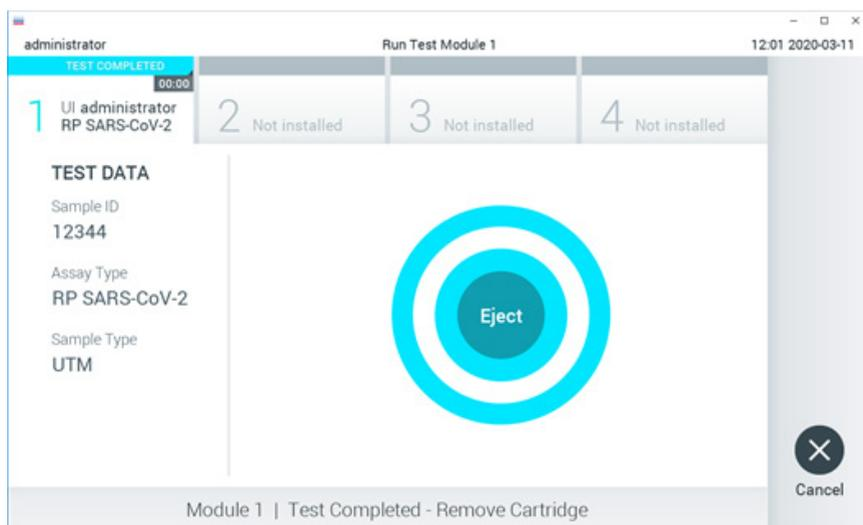

Figura 49. Visualización de la pantalla Eject (Expulsar).
14. Una vez finalizada la prueba, aparecerá la pantalla Eject (Expulsar) (figura 49) y la barra de estado del módulo mostrará el resultado de la prueba como una de las siguientes opciones: